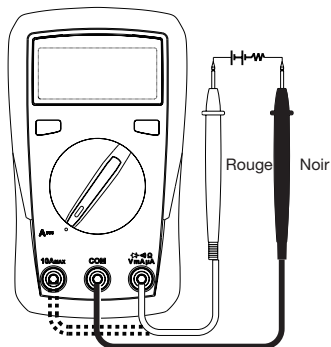

Fig. 3
2. Brancher le fiche du câble de mesure rouge au connecteur de mesure $\text{mA}/\mu\text{A}$ ou A , en fonction de la plage sélectionnée, et le câble de mesure noir au connecteur de mesure COM. Se reporter à la Fig. 3.